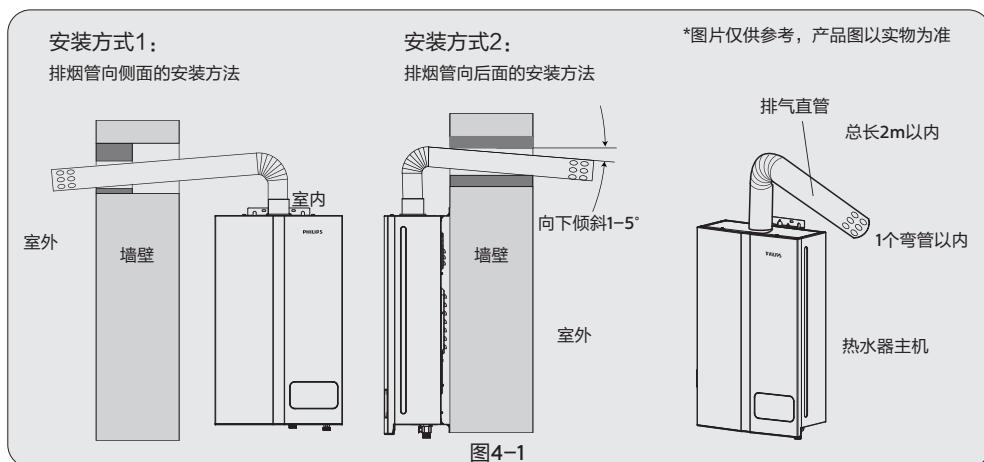

图4-1
- 1、必须使用本热水器所配用的专用烟管及附件，安装方法如图4-1。